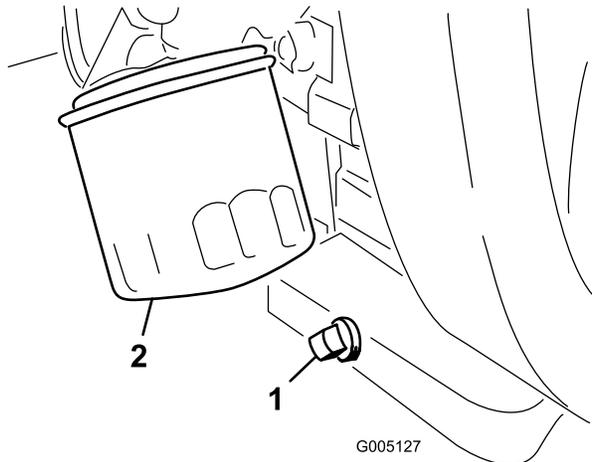

图43
1. 拆下排油塞（图43），让油流入放油盘。油不再流时，安装排油塞。
2. 拆下机油滤芯（图43）。在新的滤芯垫片上涂上薄薄一层干净油。